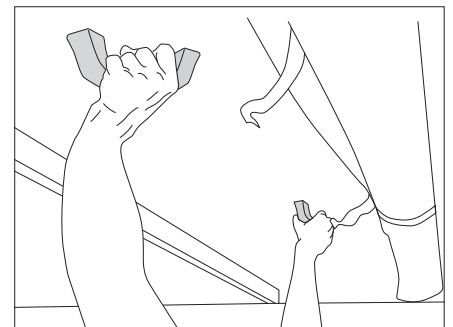

Bild 20 Aufstelldach hochstellen
- Aufstelldach an den Griffen mit beiden Händen nach oben drücken (Bild 20).